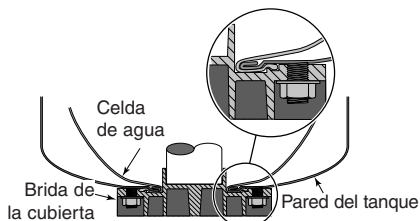

Figura 5 - Instalación y colocación correctas
11. Limpie la superficie de hermeticidad y la ranura de la brida de la cubierta; colóquela en el tanque (consulte la Figura 5).